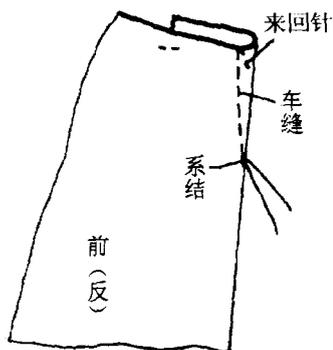

图 3-4
4. 缝制前裙片省。以省中心线为基准, 将前裙片正面对, 顺省的净印车缝。在省的上端车缝来回针, 省尖处不要车缝来回针, 将上下车缝线各留 5~7cm。见图 3-4。